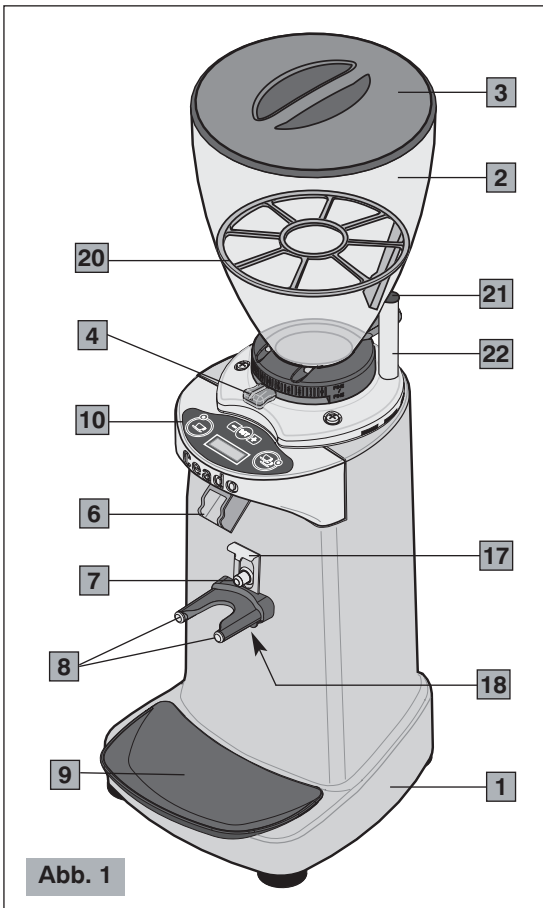
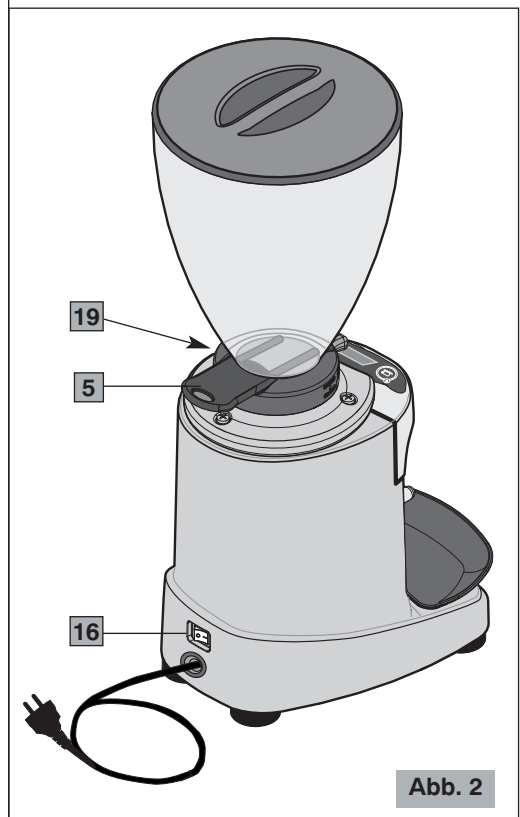

Abb. 1
Abb. 2
Le moulin à café pour espresso modèle E92 est muni d'une grille de sécurité amovible (20 Fig. 1) insérée à l'intérieur de la cloche.
Avant d'opérer avec le moulin à café, insérer la grille de sécurité à l'intérieur de la cloche du café dans la seule position qui permet de faire coïncider le capteur magnétique (21 Fig. 1) de la grille avec le bout de la tige de sécurité (22 Fig. 1).
Le moteur se bloque.	<ul style="list-style-type: none"> • Si à cause d'un réglage erroné de la mouture ou de la présence d'un corps étranger dans les meules, le moteur se bloque, essayer à augmenter la granulométrie au maximum en manœuvrant dans le sens des aiguilles d'une montre le levier de réglage (4 Fig. 1). Si cela ne suffit pas, alors arrêter l'appareil, débrancher la fiche de courant et s'adresser à du personnel technique qualifié.
Hauptkomponenten (Abb. 1, Abb. 2, Abb. 3)
Bevor der Stecker in die Steckdose gesteckt wird muss man sich vergewissern, dass sich der ON-OFF-Schalter (16 Abb. 2) auf "O" (ausgeschaltet) befindet.
7. Sich vergewissern, dass der Kaffeebohnenbehälter korrekt aufsitzt und der Kaffeebohnenbehälterverschluss (5 Abb. 2) vollständig bis zum Anschlag offen ist.
- 2 Den ON-OFF-Schalter (16 Abb. 2) auf "I" einstellen.
- 4** Wenn sich das Gerät im Zustand "BEREIT" befindet, muss zum Mahlen mit dem Filterbehälter die Starttaste (7 Abb. 1) so lange in dieser Position gedrückt werden, bis der Auswurf beendet wird. Während des Betriebs blinkt die entsprechende LED und am Display wird die Meldung "MAHLVORGANG" angezeigt.
! Betätigen Sie den Hebel immer mit laufendem Motor und ohne Kaffee in den Mahlscheiben). Zu diesem Zweck kann der Verschluss (5 Abb. 2) am Kaffeebohnenbehälterboden betätigt werden, um das Hinunterfallen der Kaffeebohnen in das Mahlwerk zu unterbrechen oder wieder aufzunehmen.